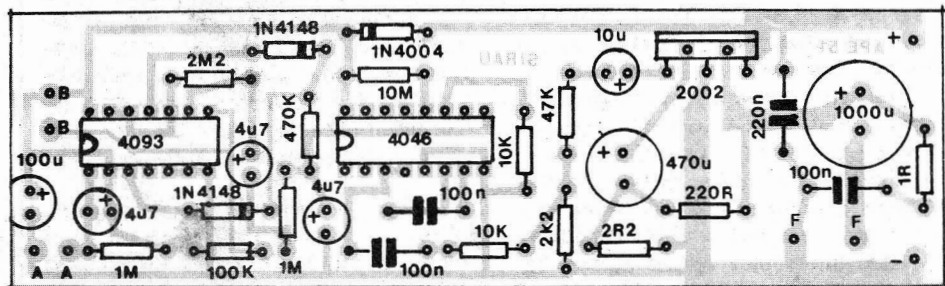

Fig.3
- FIG. 3 - "CHAPEADO" DA MONTAGEM - A plaquinha, estreita e longa (mas em medidas gerais bastante modestas...) da SIRAU, é mostrada na figura ainda em tamanho natural, porém agora pela face não cobrada, todos os principais componentes identificados pelos seus códigos, valores, polaridades e outras identificações importantes... Os componentes **polarizados** são os que exigem maior cuidado na inserção e soldagem, já que seus terminais ou "pernas" **não podem** ser ligados ao circuito de forma diferente ou invertida... Entre eles ressaltamos os Integrados (os dois C.MOS com as extremidades marcadas voltadas para a esquerda, no diagrama, e o TDA2002 com a lapela metálica virada para a borda da placa...), os dois diodos (ambos com a extremidade de catodo marcada por um anel ou faixa...) e os ca-